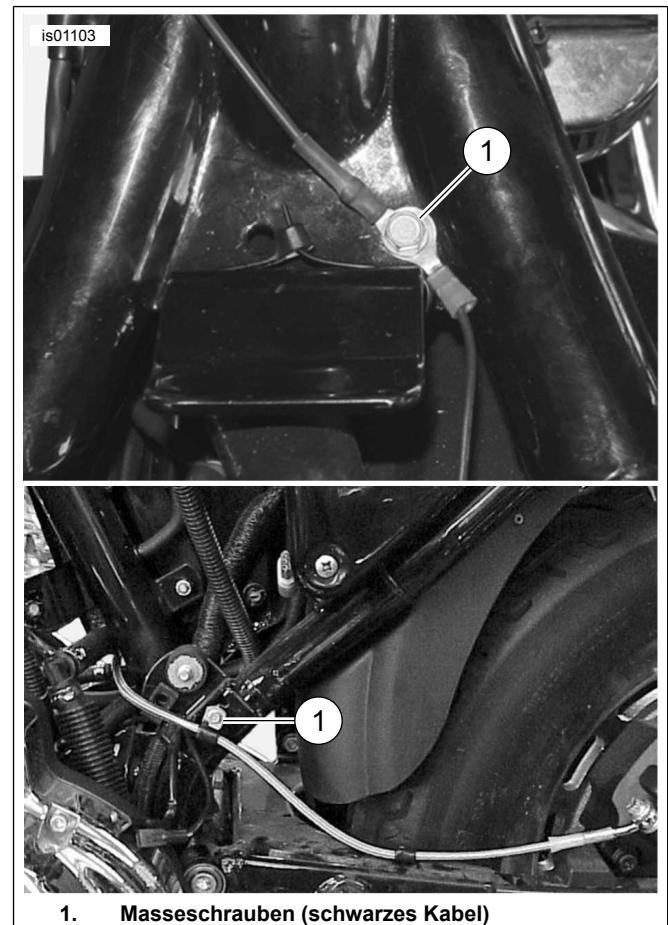

Abbildung 3. Masseanschlüsse (Sportster-Modelle)
3. Siehe Abbildung 3. Die Masseschraube (1) ausbauen, die sich